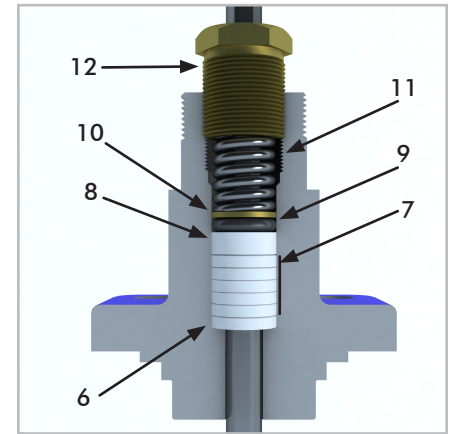

figura 5
4. Colocamos los anillos de la empaquetadura nuevos (incluidos en el kit de reparación) en el mismo orden con el que hemos sacado los antiguos (ver figura 5). Es importante colocar los anillos de uno en uno para que queden bien asentados, tomando como referencia el tope de fondo que hacen al entrar.
5. Una vez entrado el conjunto de la estopada (ref.6 a ref.8), impregnamos generosamente la parte cilíndrica del obturador (ref.3) con grasa y colocamos la junta tórica (ref.9), seguida de la arandela de latón de la empaquetadura (ref.10); (véase figura 5).
6. Introducimos el resorte prensaestopas (ref.13) y seguidamente roscamos el tornillo prensaestopas (ref.14), previamente engrasado, hasta la mitad.
7. Terminado el proceso anterior, aplicamos una capa de grasa en la parte superior del cuello de la tapa del alojamiento de la empaquetadura (ref.4). Hecho esto colocaremos el soporte del activador (ref.22), de forma que éste encaje con la parte engrasada antes mencionada. Lo conseguiremos haciéndolo girar a izquierda y derecha hasta su perfecto ensamblaje, teniendo en cuenta que el racord (ref.25) debe quedar alineado en el lado de la vía de entrada de fluido.